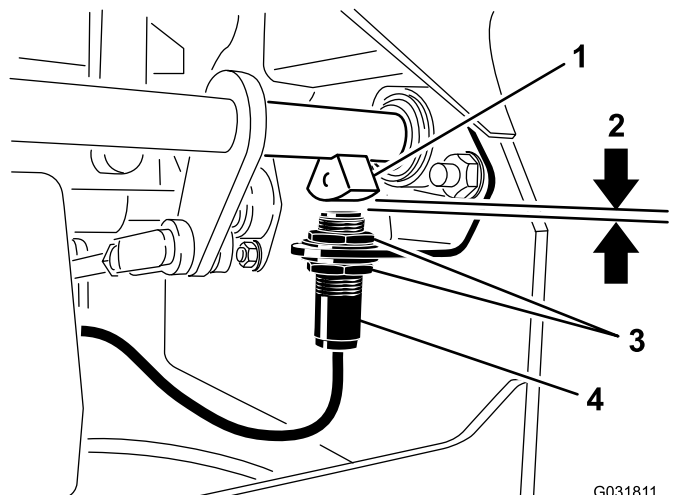

図 44
4. ブレーキシャフトセンサーとインタロックスイッチのプランジャとの距離が 4 mm になるように、スイッチの位置を上下させて 図 44 のように調整する。